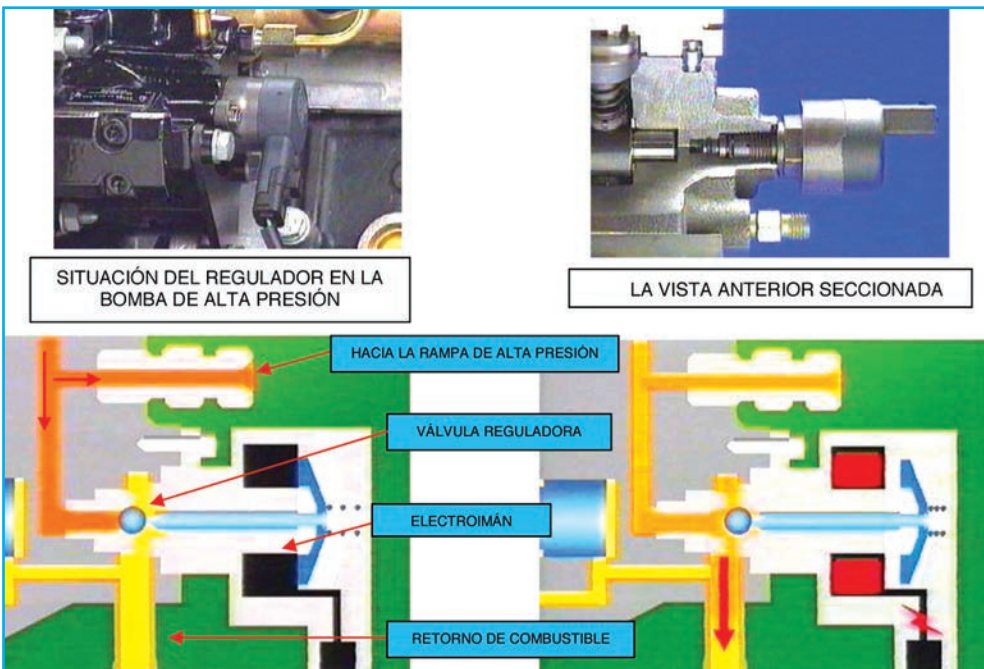

Figura 17 - Funcionamiento de un regulador de presión “de alta” de combustible.
* Si la válvula la activamos eléctricamente, la abrimos, de modo que retorna el combustible y baja la presión, pero inmediatamente tendremos que volver a cerrarla porque si no la presión caería mucho, y así sucesivamente tendríamos que estar activando y desactivando eléctricamente la válvula para conseguir estabilizar la presión y poder aumentarla o disminuirla con precisión, figura 17.